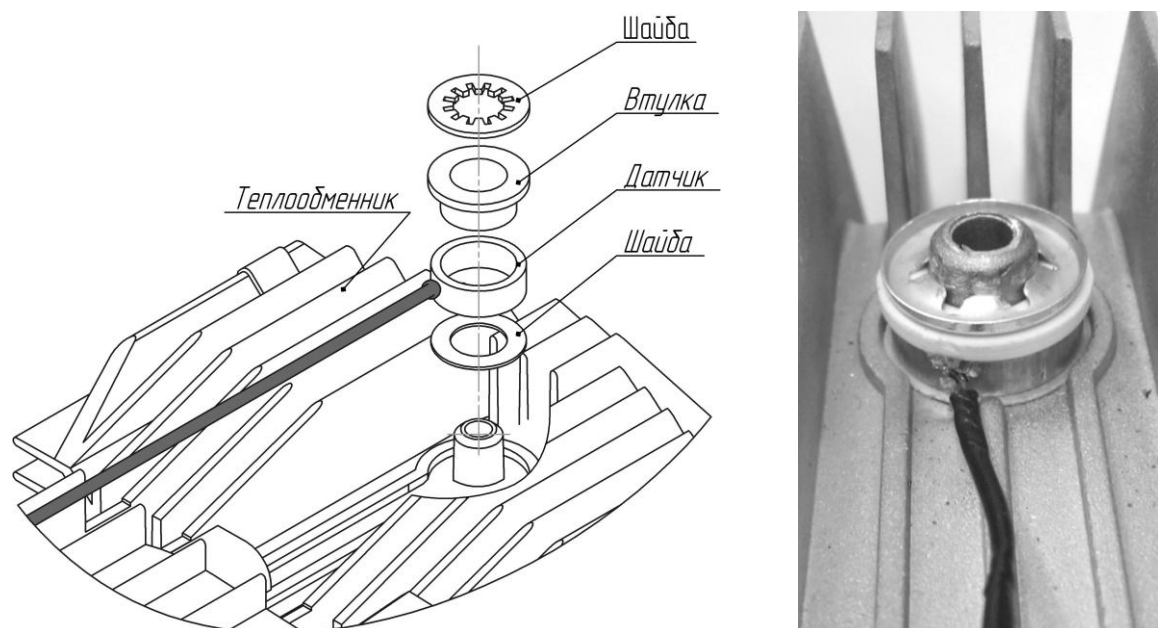

Рис. 7 – Установка датчика.
- если необходимо демонтировать датчик с нагревателя, то необходимо снять стопорную шайбу и демонтировать датчик (рис.7);
Проверьте полярность подключения датчика к БУ (провод с черной меткой соединен с контактом разъема БУ, помеченным черной точкой, рис. 7б). Возможно, была допущена ошибка при установке меток на проводах датчика. Для исправления этой ситуации поменяйте местами контакты датчика в разъеме блока управления.
Для проверки канала датчика в блоке управления, вместо датчика установите перемычку (рис.7а).